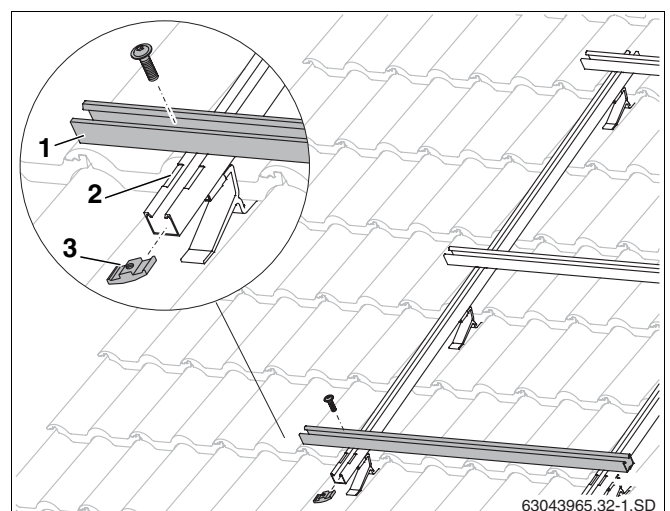

Fig. 30 Instalar os perfis horizontais
- Colocar os perfis (fig. 30, **item 1**) nos entalhes (fig. 30, **item 2**) dos perfis de carga de neve e apertar ligeiramente com parafusos e porcas de alumínio (fig. 30, **item 3**), para que os perfis ainda possam ser alinhados.